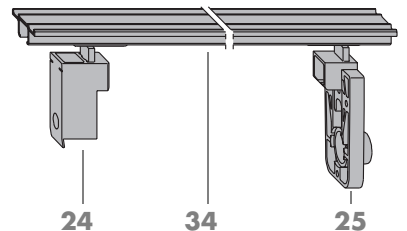

Bild 7
- Führungsschiene KH0130-01 (34) mit eingeschobener Führung, oben vorne (24) und Führung, oben hinten (25) (Bild 7) am Rahmen anschrauben (siehe Seite 11).